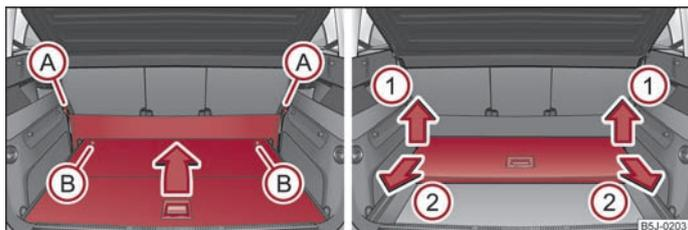

Abb. 49 Gepäckraum: Variablen Ladeboden zusammenklappen / herausnehmen
- Hängen Sie die Schlaufen (A) ⇒ Abb. 49 der elastischen Trennwand aus den Befestigungspunkten aus.
- Durch Drehen der Sicherungsbolzen (B) um ca. 180° nach links entriegeln Sie den variablen Ladeboden ⇒ Abb. 49.
- Heben Sie den variablen Ladeboden in Pfeilrichtung ① an ⇒ Abb. 49 und nehmen Sie ihn durch Ziehen in Pfeilrichtung ② heraus ⇒ Abb. 49.